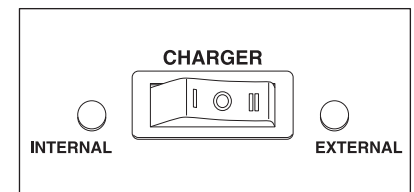

Fig. 5
- Si la tension est supérieure à 5V, branchez le cordon d'alimentation du sauvetage 4000/4050 dans une prise 120V AC et mettre l'interrupteur à bascule sur le devant de l'appareil pour EXTERNE. (Fig. 5)